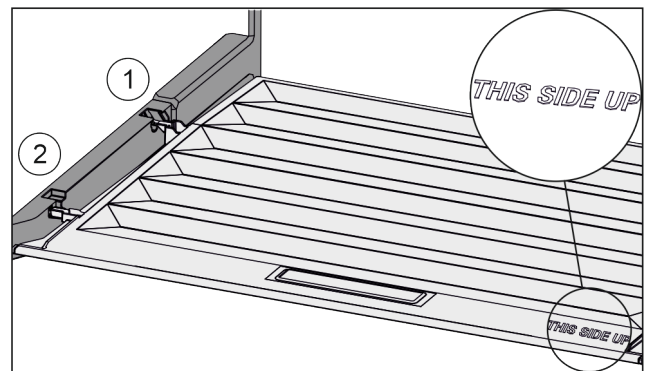

Fig. 46
- ▶ Deckelstege über Öffnung der hinteren Halterung Fig. 46 (1) einführen und vorne in Halterung Fig. 46 (2) einrasten.